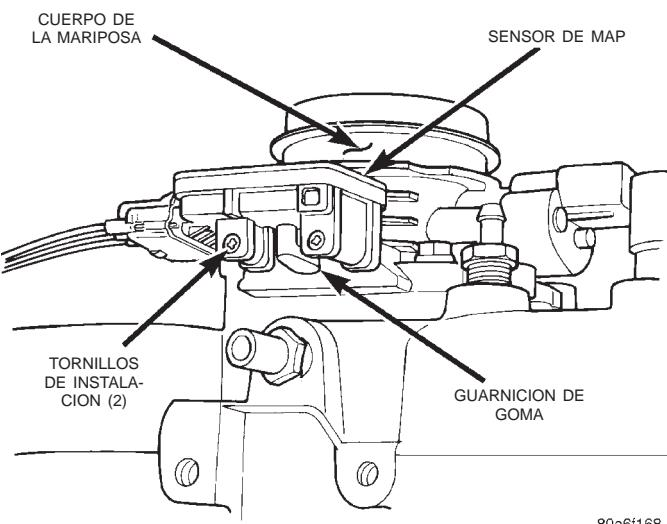

Fig. 33 Guarnición de goma en forma de L—Sensor de MAP a cuerpo de la mariposa
(1) Inspeccione la guarnición de goma en forma de L desde el sensor de MAP al cuerpo de mariposa (Fig. 33). Repare según sea necesario.